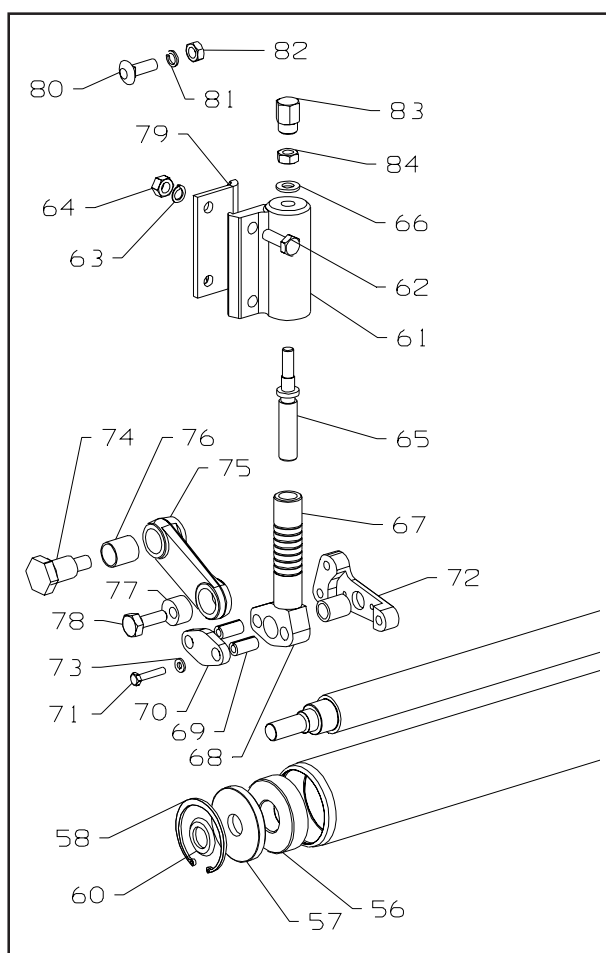

Fig.5
### KLIPPEHØJDE (FIG. 5 & 5)
1. Skru de to skruer ud (78 Fig.5), som holder excenterbøsningen i håndtaget.
2. Drej justeringsskruen (83 Fig.5) bag på enheden med uret for at reducere klippehøjden eller mod uret for at øge klippehøjden.
3. Efter justering spændes skruerne til (78 Fig.5).